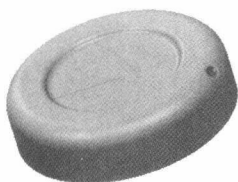
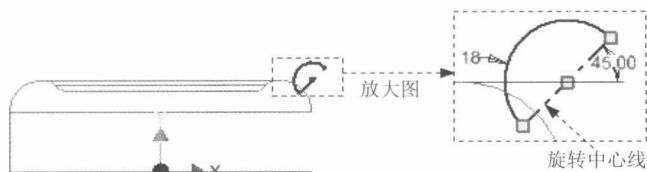

图 1.10 旋转特征 2
图 1.11 截面草图
Step6. 创建图 1.10 所示的旋转特征 2。在 **创建** 区域中选择 命令，选取 XY 平面为草图平面，绘制图 1.11 所示的截面草图；在“旋转”对话框中将布尔运算设置为“求差”类型 ，在 **范围** 区域的下拉列表中选中 **全部** 选项；单击“旋转”对话框中的 **确定** 按钮，完成旋转特征 2 的创建。